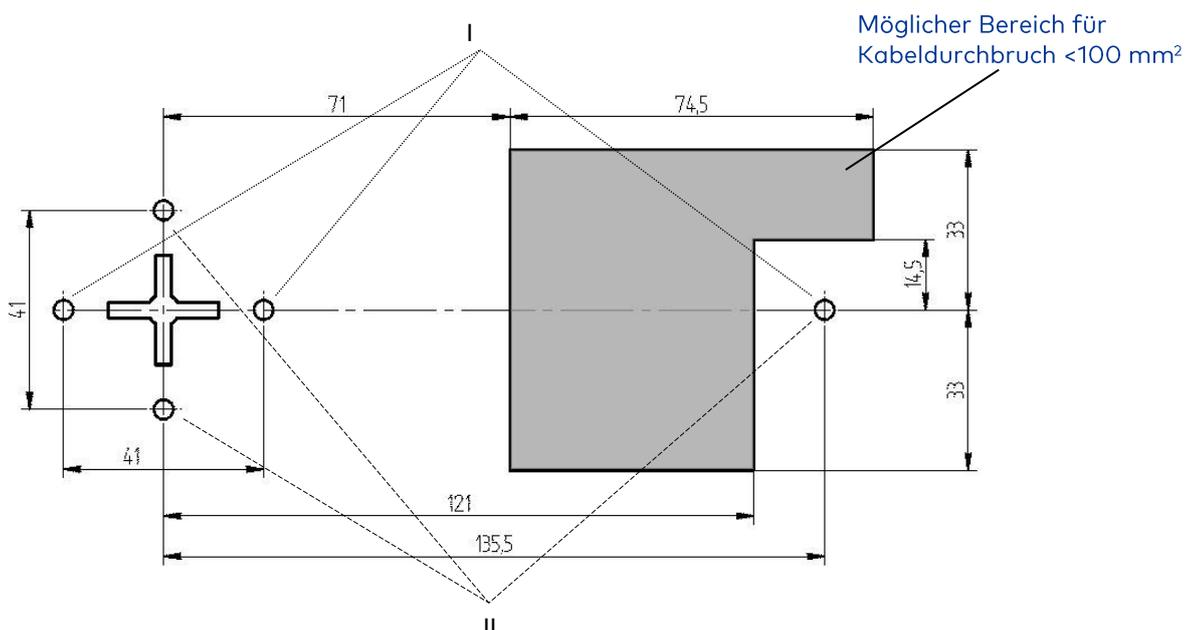

Abbildung 7: Bohrlöcher Bedieneinheit und möglicher Bereich für Kabeldurchbruch
Zur Montage der Eingabeeinheit sind zunächst 3 Bohrungen mit M4 Gewinde gemäß der Abbildung 7 erforderlich. Es sind zwei Verschraubungsmöglichkeiten gegeben. Diese sind in der Abbildung 7 mit I bzw. II dargestellt. Je nach Einbaulage muss die Abbildung 7 gegebenenfalls entsprechend der Tabelle 5 gedreht werden.
Darüber hinaus wird ein weiterer Durchbruch in der Schranktür benötigt, der als Kabeldurchführung für das Verbindungskabel (12) zwischen Schloss (1) und Eingabeeinheit (8 + 11) verwendet wird. Die Größe des Kabeldurchführungsloches darf maximal 100 mm2 betragen (z.B. eine Bohrung max. Ø11,25) und muss innerhalb der grau markierten Flächen der Abbildung 7 positioniert werden.
Das Combi B 30 / B 90 Basisteil (11) ist nun mit den drei beiliegenden Schrauben (9) wie in Abbildung 7 dargestellt auf der Behältnistür anzuschrauben (Bohrlochspezifikationen siehe Kapitel 4.2). Dabei ist auf eine saubere Kabelführung zu achten: